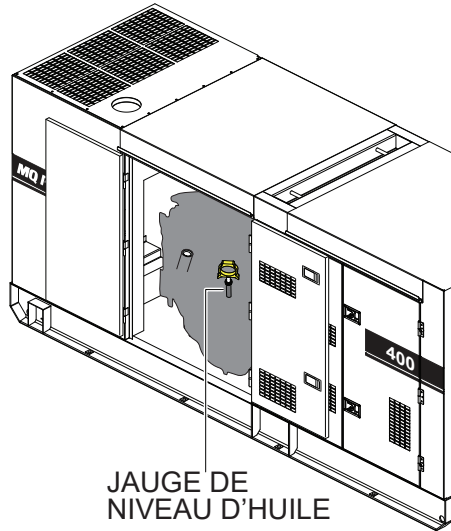

Figure 25. Jauge d'huile moteur
2. Retirez la **jauge d'huile moteur** de son support (Figure 25) et essuyez-la.